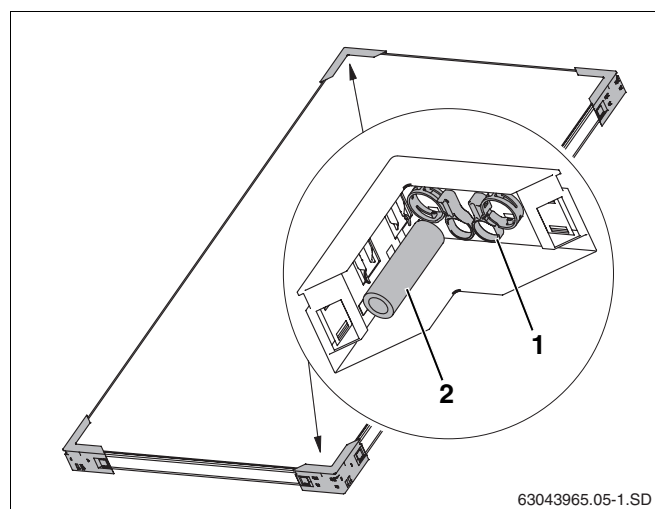

Fig. 5 Dois cantos de transporte com um conjunto de união
**Conjunto de união entre os colectores, por colector (em dois cantos de transporte, fig. 5)**